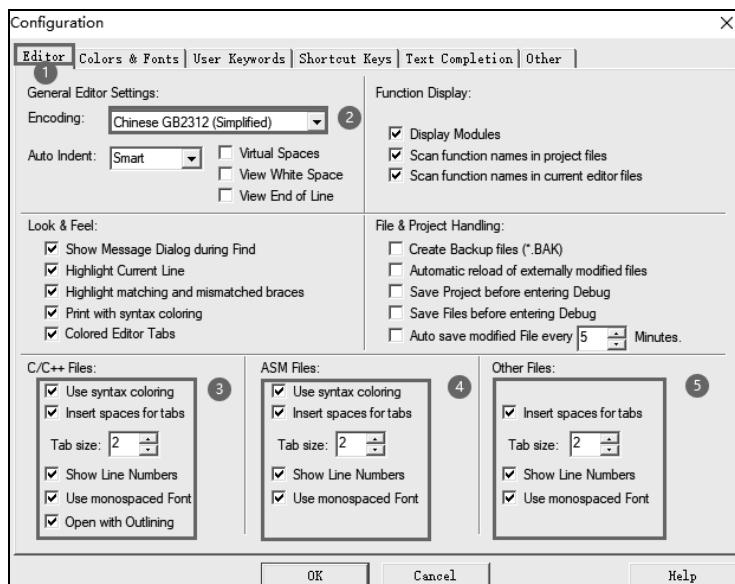

图 1-22 Keil C51 设置 2
(2) 打开如图 1-22 所示的“Configuration”对话框，在“Editor”选项卡的“Encoding”下拉列表中选择“Chinese GB2312(Simplified)”选项，将编码格式改为 Chinese GB2312(Simplified)可以防止出现代码文件中输入中文乱码的现象；在“C/C++ Files”选项组中选中所有的复选框，并在“Tab size”编辑框中输入 2；在“ASM Files”选项组中选中所有的复选框，并在“Tab size”编辑框中输入 2；在“Other Files”选项组中选中所有的复选框，并在“Tab size”编辑框中输入 2。将缩进的空格数设置为 2 个空格，同时将 Tab 键也设置为 2 个空格，这样可以防止使用不同的编辑器阅读代码时出现代码布局不整齐的